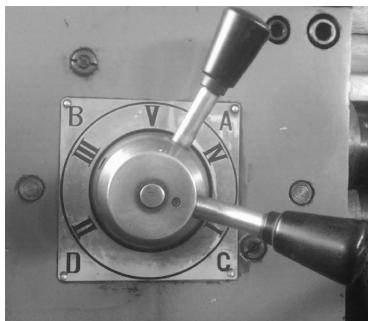

图 1-9 进给手柄
(2) 查看进给铭牌表(见图 1-8), 调出纵向进给量 0.15 mm/min, 横向进给量 0.17 mm/min, 并以 560 r/min 运转。进给量调整通过进给手柄(见图 1-9)实现。